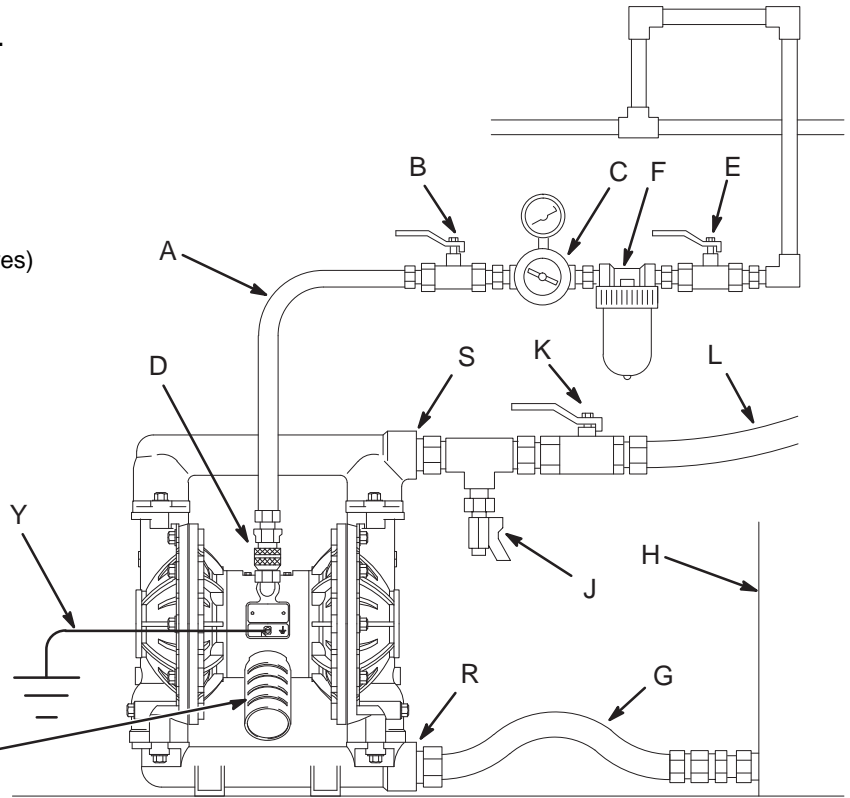

FIG. 2
Une vanne d'air principale de type purge (B) doit être montée sur votre système pour décharger l'air prisonnier entre cette vanne et la pompe. L'air prisonnier peut induire un fonctionnement inattendu de la pompe et provoquer ainsi des blessures graves, y compris des projections dans les yeux ou sur la peau, des blessures dues à des pièces en mouvement ou une intoxication avec des produits dangereux. Consultez FIG. 2.
1. Installez les accessoires de la conduite d'air comme indiqué sur la FIG. 2. Fixez ces accessoires au mur ou sur un support. Assurez-vous que la conduite d'air qui alimente les accessoires est mise à la terre.
- a. Installez un régulateur d'air (C) et un manomètre pour contrôler la pression du fluide. La pression de sortie du fluide sera identique au paramètre du régulateur d'air.
- b. Localisez une vanne d'air principale de type purge (B) à proximité de la pompe et utilisez-la pour libérer l'air emprisonné. Consultez la **MISE EN GARDE** ci-dessus. Localisez l'autre vanne d'air principale (E) en amont de tous les accessoires de la conduite d'air et utilisez-la pour les isoler pendant les opérations de nettoyage et de réparation.
- c. Le filtre (F) sur la conduite d'air élimine les poussières et l'humidité nuisibles de l'alimentation en air comprimé.
Une vanne de purge de fluide (J) est nécessaire pour relâcher la pression dans le flexible s'il est bouché. La vanne de purge réduit le risque de blessure grave, y compris par projection dans les yeux ou sur la peau, ou par intoxication avec des produits dangereux, lors de la décompression. Installez la vanne à proximité de la sortie de fluide de la pompe. Consultez FIG. 2.
1. **Utilisez des flexibles de fluide (L) reliés à la terre.** La sortie produit (S) de la pompe mesure 1-1/2 po. ptn(f). Visser solidement le raccord hydraulique dans la sortie de la pompe.
2. Installez une vanne de vidange de fluide (J) à proximité de la sortie de liquide. Consultez **L'AVERTISSEMENT** ci-dessus.
3. Installez une vanne d'arrêt (K) sur la conduite de sortie du liquide.
4. Placez l'extrémité du flexible de fluide (L) dans un réservoir approprié.
5. Fermez la vanne de purge de fluide (J). Consultez FIG. 2.
6. Fermez le régulateur d'air de la pompe (C). Ouvrir toutes les vannes d'air principales de type purgeur (B, E).
8. Ouvrez lentement le régulateur de débit d'air (C) jusqu'à ce que la pompe commence un cycle. Laissez la pompe tourner lentement jusqu'à ce que tout l'air soit évacué des conduites et que la pompe soit amorcée.